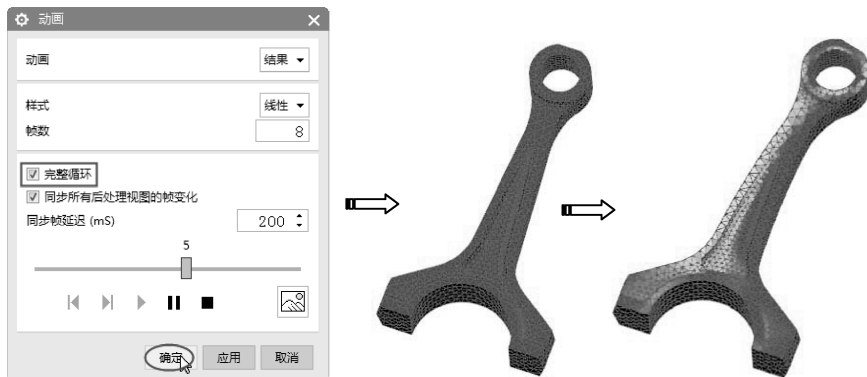

图 9-79 动态显示曲柄连杆的变形
- 03 勾选【完整循环】复选框，单击【播放】按钮，可以动态显示在 X 轴与 Y 轴方向的拉伸和扭曲变形效果，如图 9-79 所示。这个变形也是在预设的极限值下完成的。